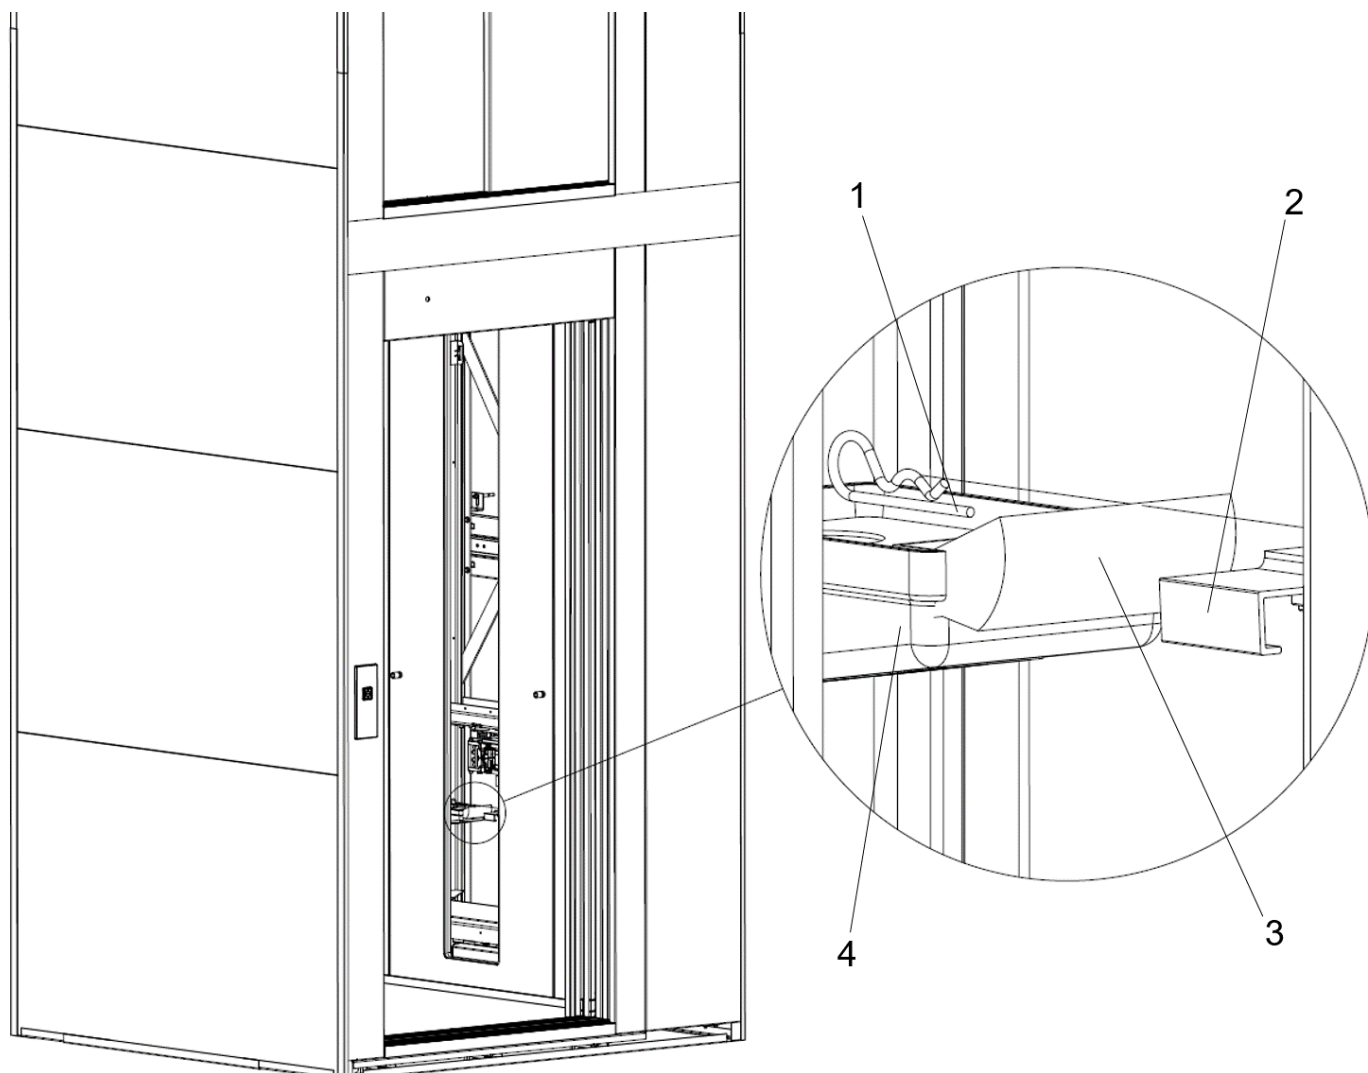

Fig. 27 Fyllning av oljebehållaren med olja
3. Avlägsna pinnen (1) som håller oljebehållaren (4) i behållarhållaren (2) och ta bort behållaren, se Fig. 27.
4. Kontrollera smörjsvampen (3) med avseende på slitage och smörjkapacitet. Om svampen är sliten, ersätt den med en likadan svamp.